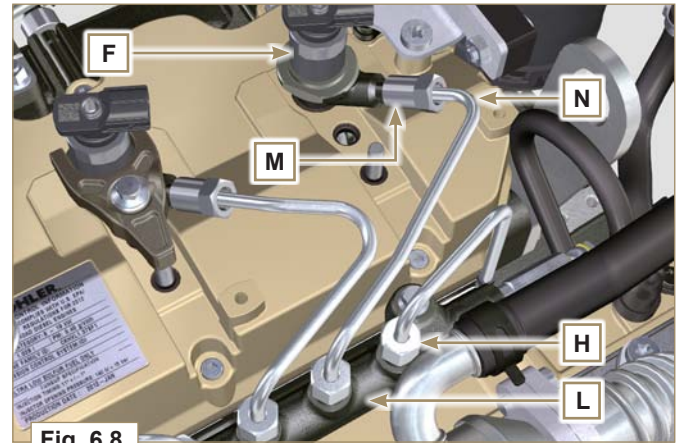

Fig. 6.8
• Die Rohre **N** (**Fig. 6.8**) austauschen, wenn sich die Schrauben **P** nicht mehr ungehindert anschrauben lassen.